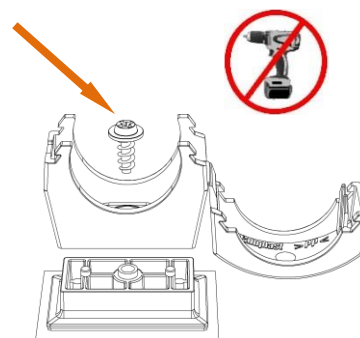

Bild 2. Montera limdistans på produkt (t.ex rörklämma)
1. Montera limdistans på den produkt du ska limma fast, se bild 2 (t.ex. Ø32/40mm rörklämma/spillmuff) och skruva fast den, se orange pil. Använd skruvmejsel med Pozidrivbits 2 (PZ2). Använd ej skruvdragare, då dessa lätt drar sönder plastdetaljerna.